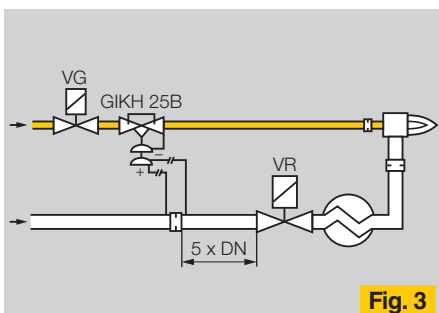

Fig. 3
3. Anwendungsfall (Fig. 3):
- 3rd application (Fig. 3):